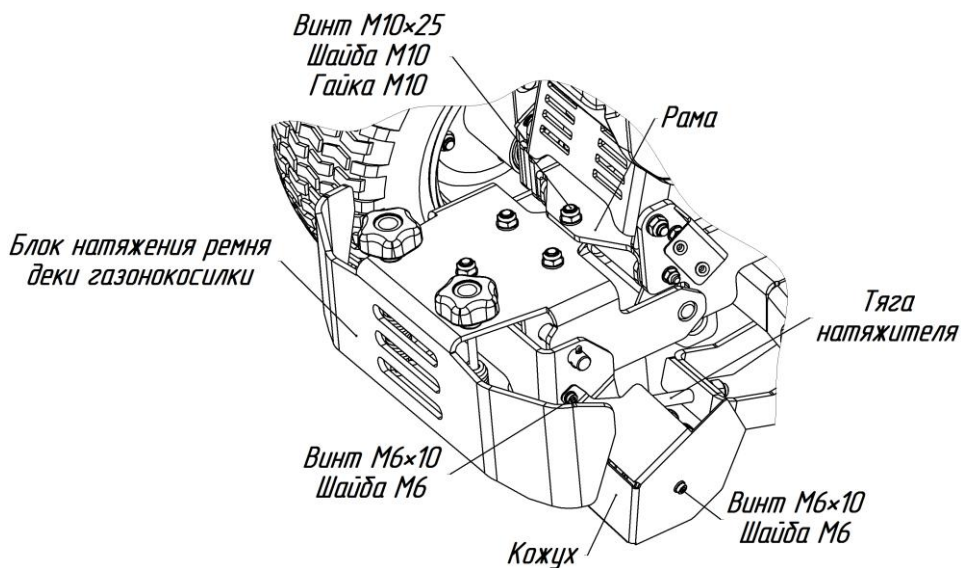

Рис.6. Установка блока натяжения ремня.
– совместите отверстия на блоке натяжения ремня и раме садового трактора и зафиксируйте винтом М10×25, шайбой М10 и гайкой М10 (рис.6).
10. Снимите кожух с блока натяжения ремня открутив винты М6×10 (рис.6).
12. Установите кожух на блок натяжения ремня закрутив винты М6×10 (рис.6).